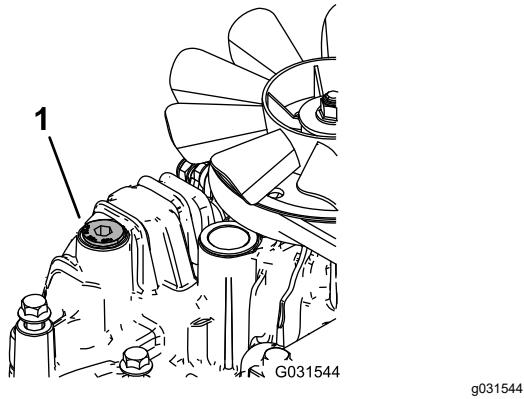

Figure 71
11. Dévissez le bouchon d'aération sur chaque transmission pour qu'il soit desserré et ballotte (Figure 71).